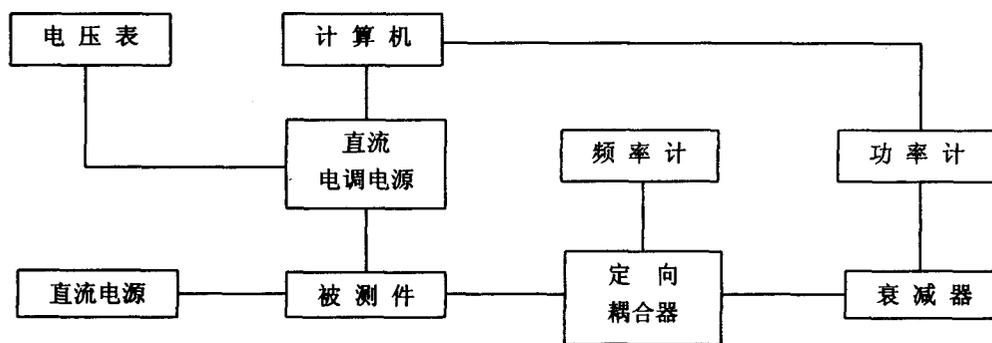

图 1 中心频率、带宽、功率和推频系数测试框图
测试框图见图 1（如不使用计算机，则测试系统为手动测试）。
- 5.1.4.1 按图 1 连接仪器，并对系统进行校准；给振荡器施加规定的电压，在稳压电源上测出振荡器的工作电流。